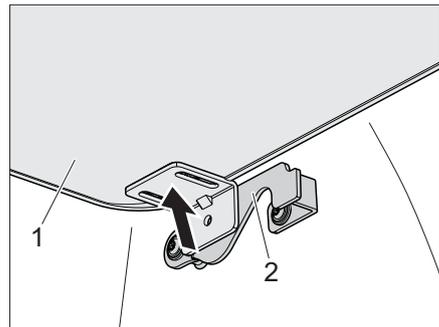

Fig. 22 Perno
- Sollevare la prolunga del letto (Fig. 22,1) a sinistra e a destra dal supporto (Fig. 22,2).